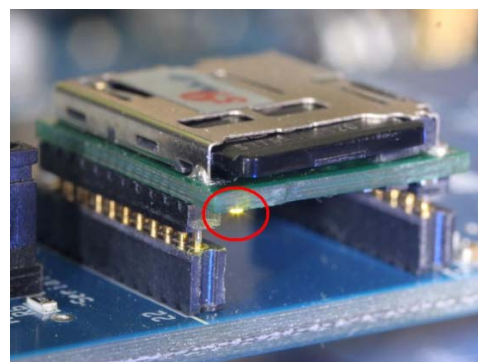

図 7.1 LED の実装位置
- “CONFIG.TXT”で #P : C9 = 1 を指定することにより、本モジュールの裏面に実装された LED(図 7.1 参照)の点滅により、モジュールのバージョン情報を表示させることができます。